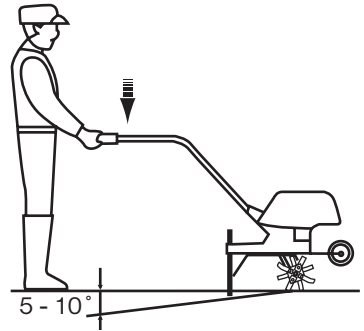

Fig. 18
- > Sujete siempre el producto firmemente. Para una mejor guía, aplique una ligera presión en las empuñaduras (1) de forma que el patín (21) entre en la tierra (Fig. 18).